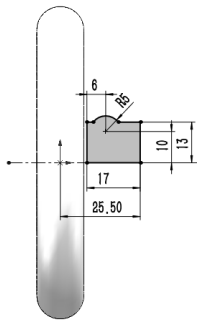

图 3-47 绘制草图轮廓并标注尺寸
① 新建草图。选择“前视基准面”作为草图绘制平面，单击“草图”控制面板中的“草图绘制”按钮，进入草图绘制状态。
② 绘制中心线。单击“草图”控制面板中的“中心线”按钮，绘制一条过坐标原点的水平中心线，作为旋转轴。
③ 绘制草图轮廓。利用草图工具绘制旋转特征的草图轮廓，标注草图轮廓的尺寸，如图 3-47 所示。